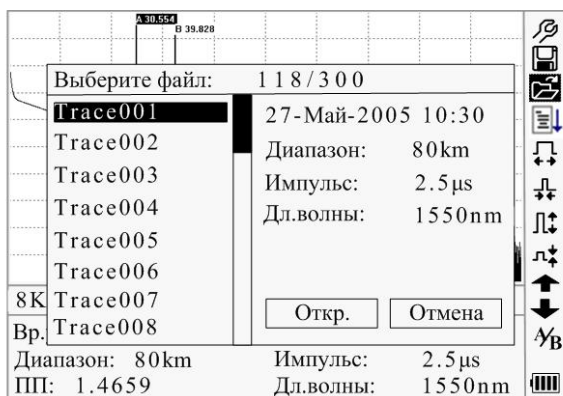

Рисунок 4-7. Просмотр списка сохраненных рефлектограмм
- Используйте ▲ и ▼, чтобы выделить , а затем нажмите **Enter** для подтверждения (рисунок 4-7).